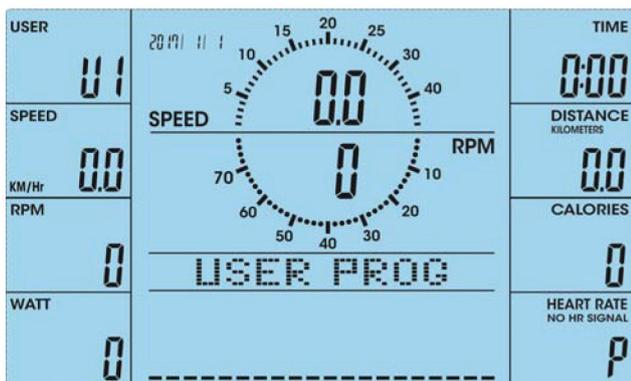
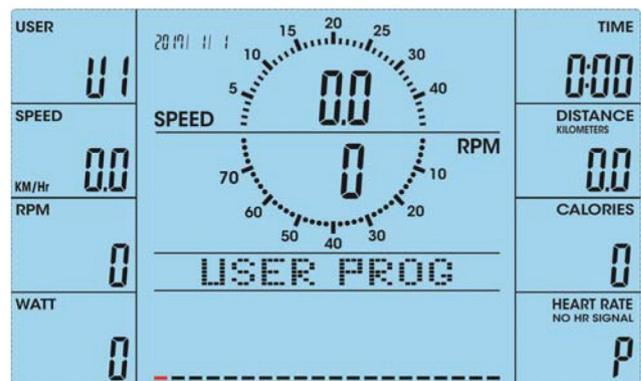
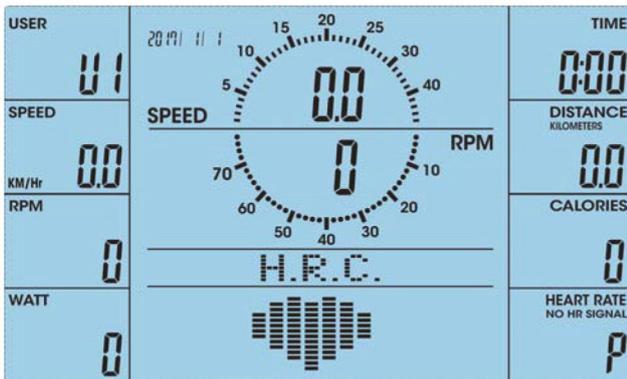

Fig. 32
Fig. 33
Fig. 38
1. Seleccione el programa definido por el usuario (modo PROGRAM, véase la fig. 32).
Si ha seleccionado el programa definido por el usuario (modo PROGRAM, véase la fig. 32), la primera sección parpadea (fig. 33).
1. En el modo H.R.C. (fig. 38), la pantalla muestra 55 %, 75 %, 90 % y TARGET (objetivo) (fig. 32 a 35). Seleccione la frecuencia cardíaca deseada con las teclas UP/DOWN.